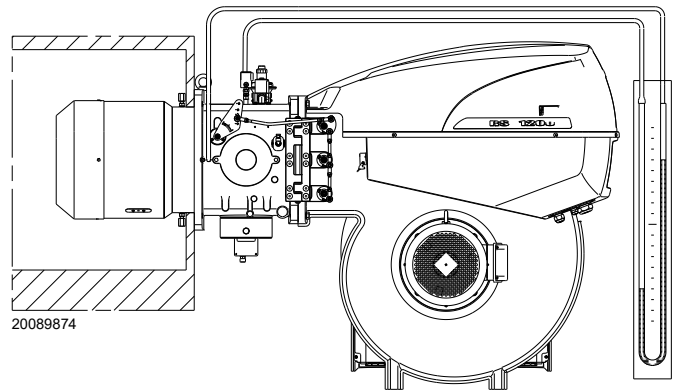

Abb. 23
- Montieren Sie ein U-Rohr-Manometer oder einen Differentialdruckmesser (Abb. 23), mit Entnahmestelle (+) am Gasdruck der Muffe und (-) in der Brennkammer. Damit soll annäherungsweise die Höchstleistung des Brenners ermittelt werden.
Das U-Rohr-Manometer (Abb. 23) zeigt den Gaseintritt an der Muffe an.